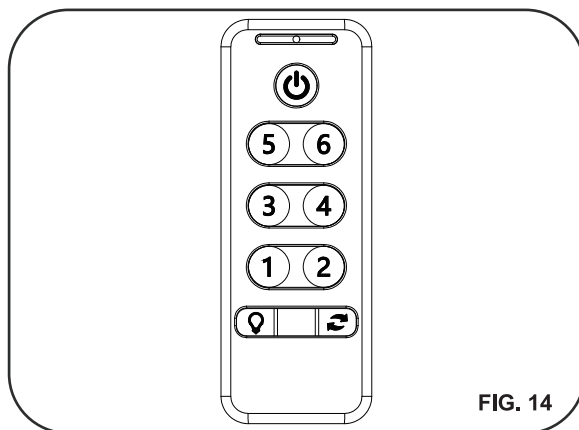

FIG. 14
Paso 1. El mando a distancia se acopla magnéticamente a la base. Si desea instalar la base en la pared, siga las instrucciones (Fig. 14).